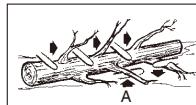

Fig. 12
Afkvistning er hvor man fjerner grenene fra et fældet træ. Undgå at fjerne støttende grene (A), før stammen er skæret i længder (Fig.12). Grenen under pres, skal skæres op fra bunden, for at undgå at saven kommer i klemme.